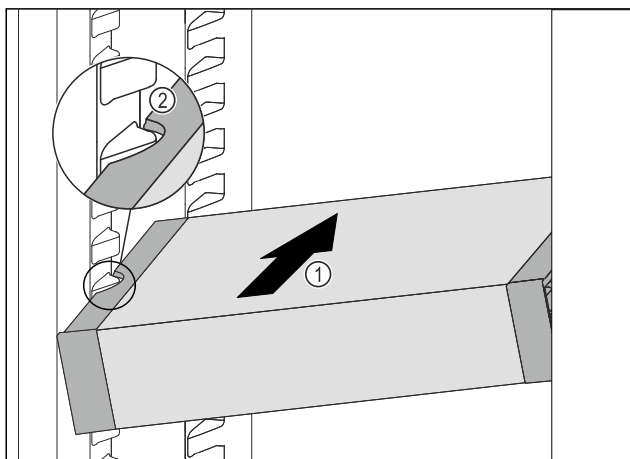

Fig. 45
- Sätt i VarioSafe snett i kyldelen Fig. 45 (1) tills sidofördjupningarna Fig. 45 (2) på VarioSafe är i samma nivå som behållarlisterna i kyldelen.